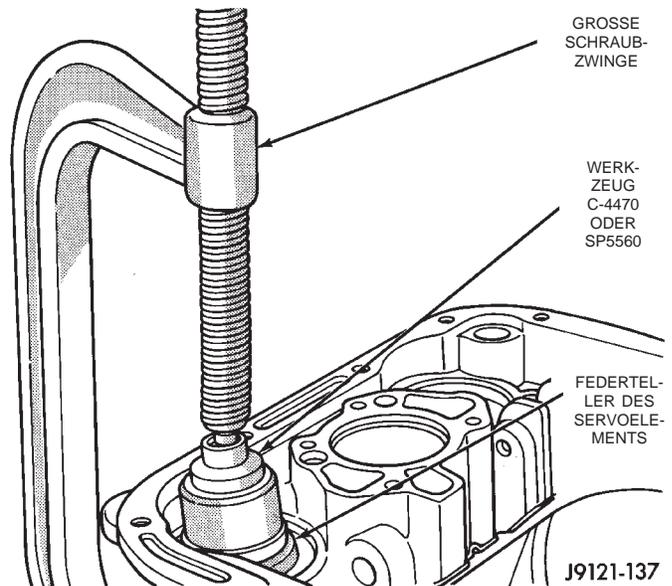

Abb. 92 Feder des hinteren Servoelements zusammendrücken
(35) Spannwerkzeuge entfernen. Führung der Stange/vorderes Servoelement, Feder und Servokolben herausnehmen.
(36) Federteller/hinteres Servoelement mit Schraubzwinde und Werkzeug C-4470 oder SP-5560 ca. 1,5 mm (1/16 Zoll) weit eindrücken (Abb. 92). Das
(1) Kolben, Feder und Federteller des hinteren Servoelements einbauen. Feder des hinteren Servoelements mit Werkzeug C-3422-B oder einer großen Schraubzwinde spannen (Abb. 92).